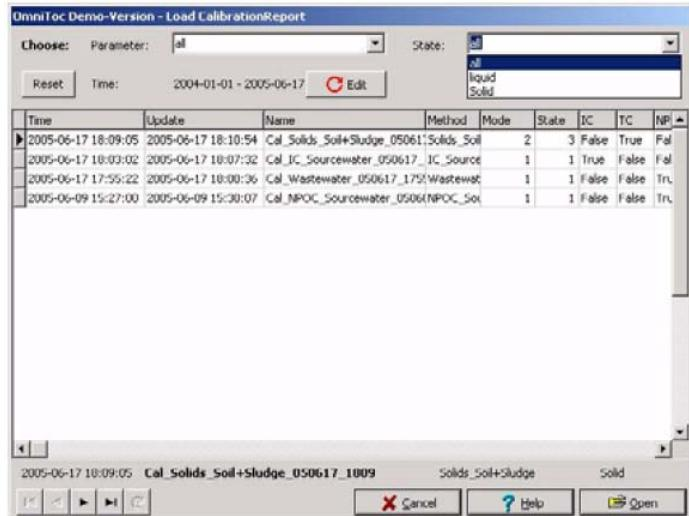

图57 Load Calibration Report (载入标定报告) 窗口
2. 在**Load Calibration Report**（载入标定报告）窗口选择标定报告（图57）。